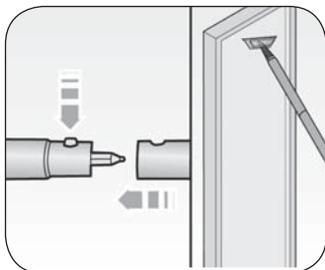

Fig. 11
Tubos prolongadores (8) (Fig. 11)